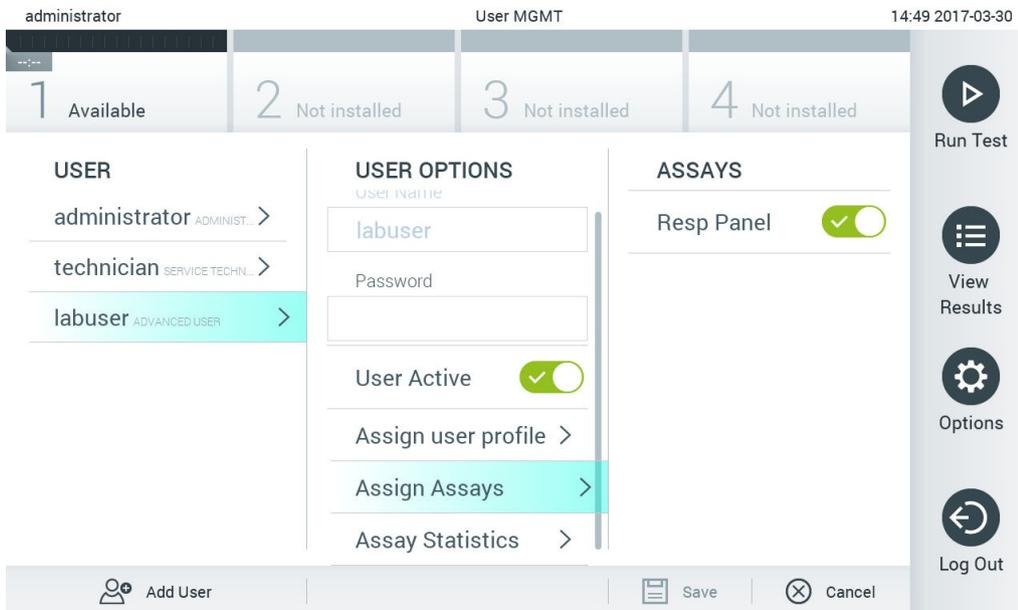

Figura 62. Asignación de ensayos a usuarios.
- Assign Assays (Asignar ensayos): permite definir los ensayos a partir de la base de datos de ensayos que el usuario puede ejecutar. Seleccione los ensayos de la lista a la derecha de la zona de contenido (figura 62).